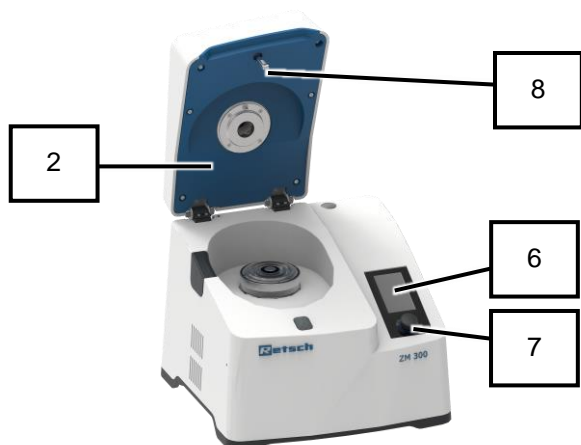

図 62: 本体カバーの裏側
→ 本機の電源が切れていて、本体カバー (2) が開いている状態です (図 62)。